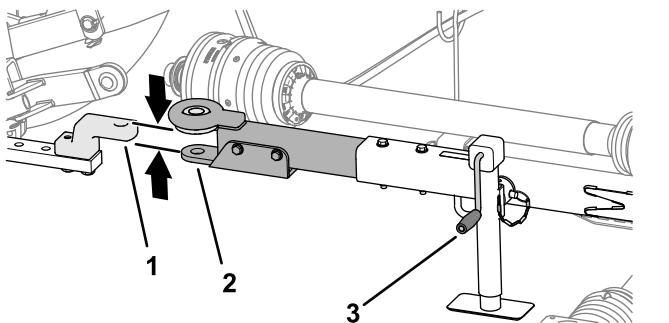

Bild 28
- Heben oder senken Sie die Deichsel mit der Deichselheberkurbel, dass diese mit der Deichsel oder Anhängekupplung des Zugfahrzeugs auf einer Höhe ist (Bild 28).
- Richten Sie die Deichsel oder Anhängekupplung des Zugfahrzeugs auf die Deichsel des Mähers (Bild 28) aus.